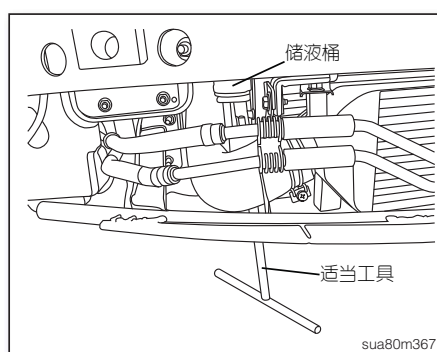

图32
4. 然后使用适当工具从储液罐下方拆下储液罐制冷剂管固定螺丝(如图32)。
5. 拆下储液罐固定螺丝① (如图32)。